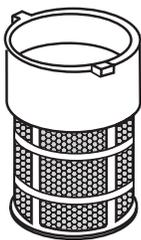

Figura 31. Filtro de combustible
3. Luego, quite, inspeccione y limpie el filtro de combustible (Figura 31) con solvente.